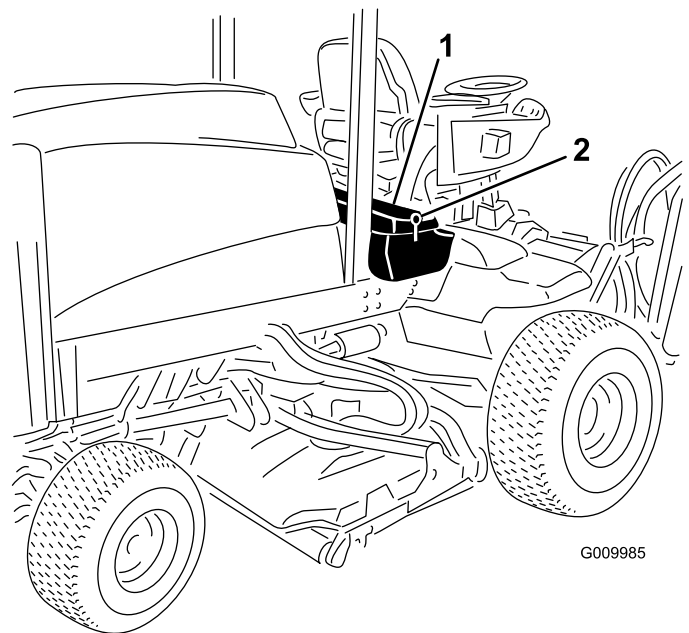

Figura 77
1. Afloje el enganche de la cubierta de la caja de almacenamiento derecha y eleve la cubierta (Figura 77) para exponer el bloque de fusibles (Figura 78).
3. Cierre la cubierta de la caja de almacenamiento derecha y fíjela con el enganche (Figura 77).